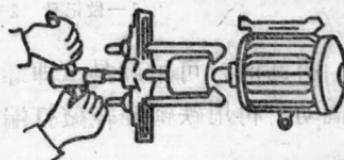

图2-2 拉脚（拿子、拉轮器）的操作
2. 拆卸带轮（皮带轮）或联轴器 在拆带轮或联轴器之前，如有顶丝（即支头螺丝），需先松开，然后用拉脚（又称拿子、拉轮器）把带轮或联轴器慢慢地拉出来。在拉取之后，不要忘记取下固定带轮的键。对于年久失修已锈死的带轮，可事先在带轮与轴的缝隙中加一点煤油，然后再用锤子在带轮的四周轻轻敲打，即可拉出。拉动时，要找好平衡，使被拉件受力均匀，如图 2-2 所示。